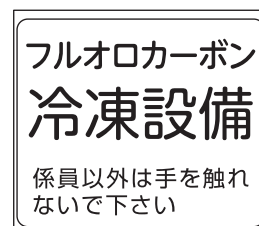

図 20：警戒票
- 室外ユニットに付属されている警戒票（図 20）を、室外ユニットの見やすい所へ貼り付けてください。